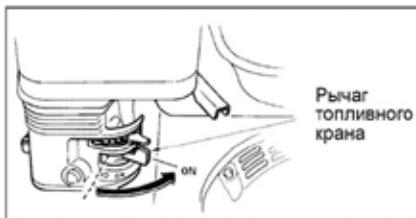

Рис. 25 Открытие топливного крана
1. Откройте топливный кран, переместив рычаг топливного крана в рабочее положение(ON) Рис.25.